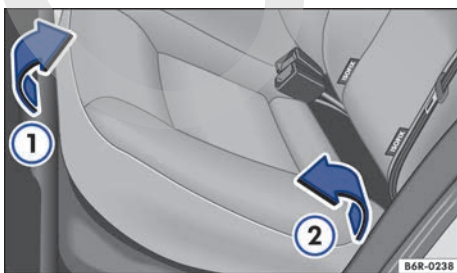

Fig. 71 Asiento trasero: levantar la banqueta.
- Tire del borde delantero de la banqueta hacia arriba, en el sentido de la flecha → fig. 71 ①.
- Levante la banqueta hacia delante, en el sentido de la flecha ②.